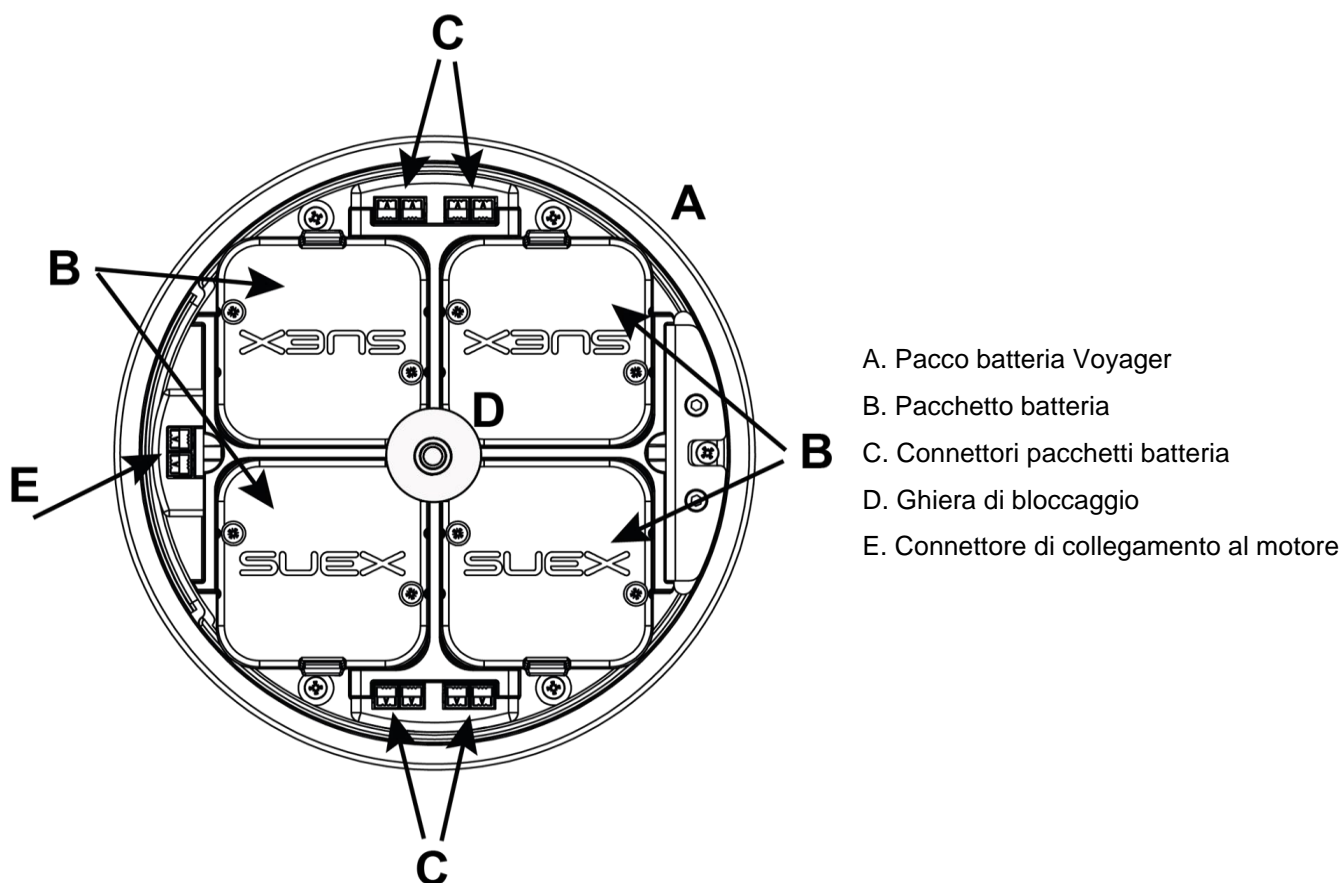

Fig 33 - Descrizione delle parti batteria Voyager
Svitare la ghiera (D) Rif. **Fig 33 - a pag. 27**